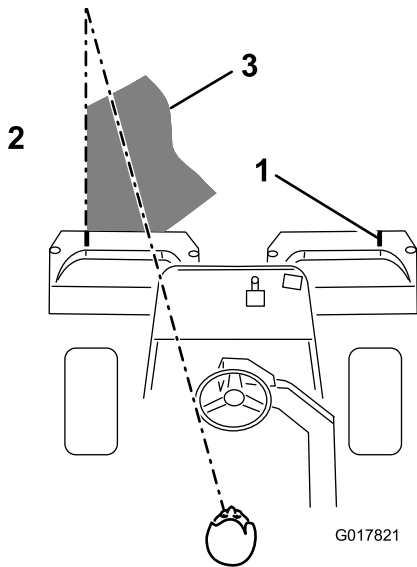

图41
3. 掉头回来的下一道、请与前一道保持最小的交叠量。为了保持以直线方式穿过果岭、并使得机器与此前剪草的边缘保持等距、请在机器前到果岭未剪部分的边缘虚构一条长约 1.8~3m 的视线（图41）。有人发现，将方向盘的外缘看作视线的一部分非常有用；即让方向盘边缘对准与机器前面始终保持等距的某个点（图41）。